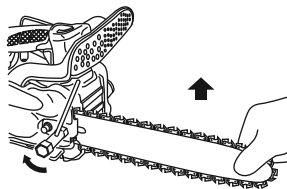

Fig. 6
8. Levante el extremo de la barra y apriete firmemente las tuercas de fijación de la barra de la cadena con la llave combinada. (Fig. 6)